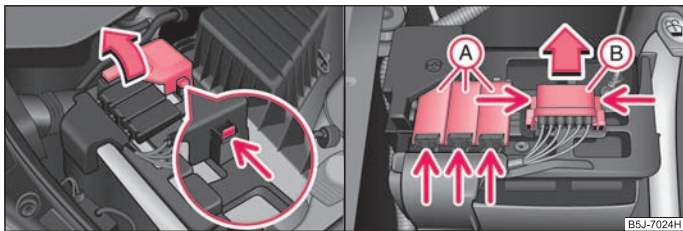

Fig. 165 Batterie: Rabattre le cache du pôle positif / cache des fusibles
- Ouvrez le cache du pôle positif (+) ⇒ fig. 165 - à gauche.
- Poussez les verrouillages des cache-fusibles (A) ⇒ fig. 165 à droite et ouvrez les caches.
- Appuyez en même temps sur les verrouillages du cache-fusibles (B) et poussez le cache dans le sens de la flèche pour l'enlever.
- Certains véhicules ne sont équipés que du cache (B) ⇒ fig. 165. ■